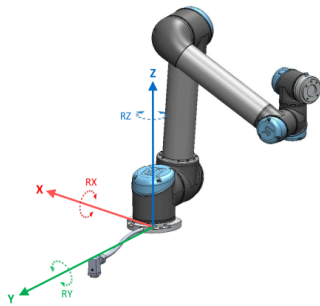

FIGURE 16.1 – Fonction de base
- La fonction de base se trouve au centre de la base du robot (voir figure 16.1)